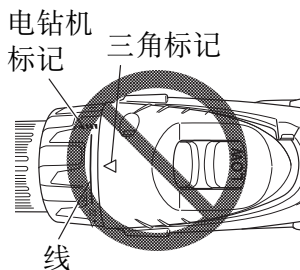

图 6
- 当离合器转盘位于“22”和钻机标记中部的线之间时，请勿使用本机，否则会造成损坏。（请参照图 6）